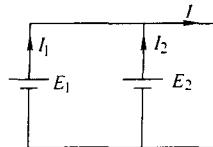

图 1-3 直流电源
2. 直流电源的并联 直流电源的并联如图1-3所示。两个直流电源并联使用，要求它们的电动势相等，总电动势和一个电源的电动势相等，即 $E = E_1 = E_2$ 。